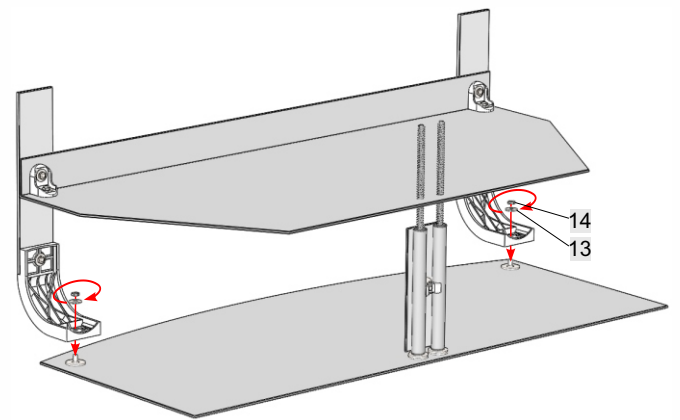

Рис. 6
6. Соединить две собранные конструкции, как показано на рис. 6, с помощью шайб (**13**) и гаек (**14**).